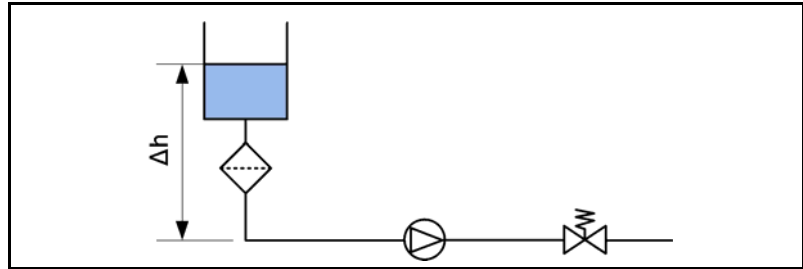

Fig. 21: Depósito de aspiración por encima de la bomba
Para evitar la salida incontrolada del medio, debe colocarse una válvula de mantenimiento de presión en el lado de presión (véase Fig. 21).
- Montar el sistema según la Fig. 21